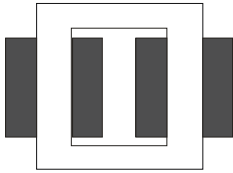

Рис. 1
- +Рис. 1 – стержневого типа
- Рис. 1 – броневые типа